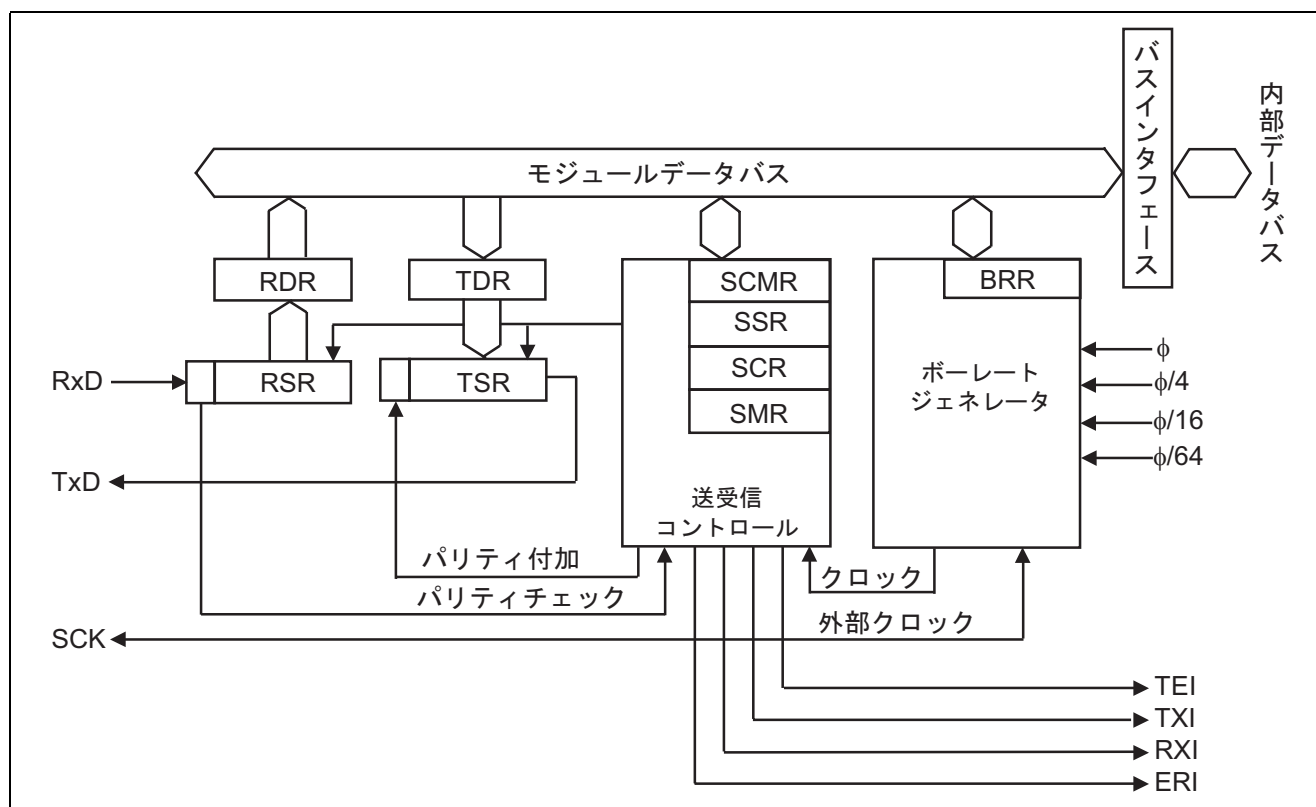

図 2 調歩同期式シリアルデータ送信のブロック図
(1) シリアルコミュニケーションインタフェース (SCI) のブロック図を図 2 に示し、以下に SCI のブロック図について説明します。